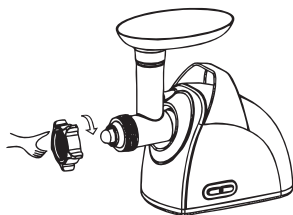

Рис.9
7.3.2 Зафиксировать конструкцию с помощью фиксирующего кольца, как указано на рис. 9. Не затягивайте кольцо слишком туго.